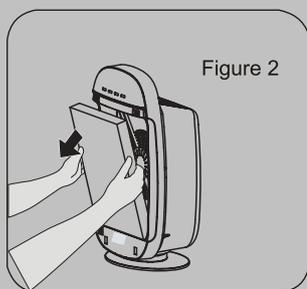

Figure 2
2. Retirer l'élément filtrant, tenir les cordons de tous les deux côtés de l'élément filtrant avec les deux mains et ensuite tirer vers l'extérieur pour retirer l'élément filtrant. (Comme illustré à la figure 2)